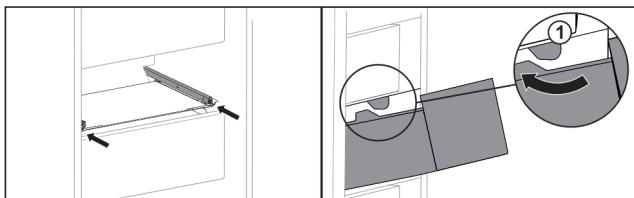

Fig. 136
- Прокарайте чекмеджето около ограничителите Fig. 136 (1).